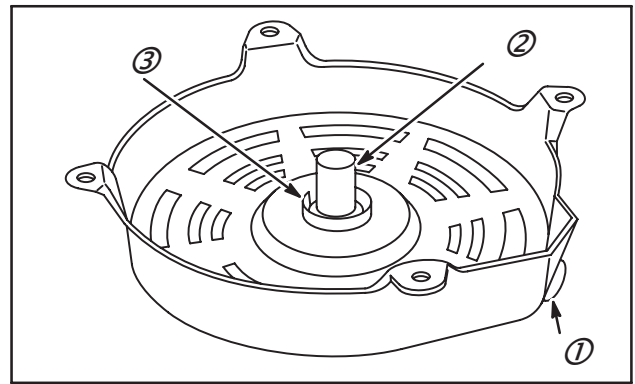

Fig. 45
Vérifier le boîtier de lanceur et l'état du passe corde (1), de l'axe (2) et de l'arrêt du ressort (3), Fig. 45. Remplacer si usé.
1. Noter la position de l'extrémité libre du ressort de poulie (2) et la place de l'arrêt du ressort (1) dans le boîtier de lanceur, Fig. 45.